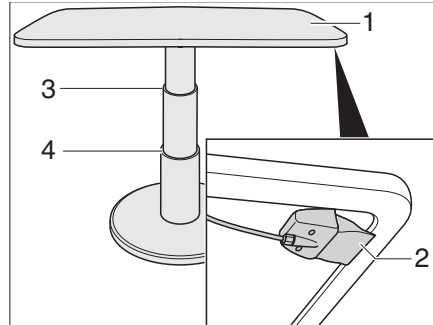

Fig. 59 Table à hauteur réglable de la dinette en U
- Tirer le levier de verrouillage (Fig. 59,2) vers le haut et le maintenir.
- Pousser le plateau de table (Fig. 59,1) au centre vers le bas jusqu'à la butée désirée (Fig. 59,3 ou 4).